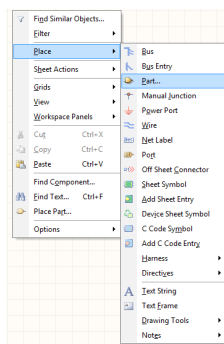

Figure 5.
2. Il est aussi possible de cliquer le bouton de droite de la souris : Place→Part (Fig. 5)